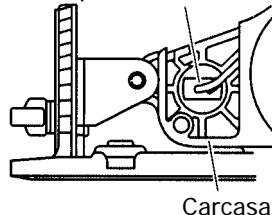

Fig. 22
- (2) Presione la parte posterior del casquillo y extraiga juntos éste y la lámpara de la carcasa. (Fig. 22)